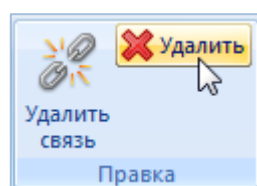

Рис. 9-24 – Панель «Правка» рабочего окна «Организации»
- 3) Нажать кнопку «Удалить» панели «Правка» (рис. 9-24).